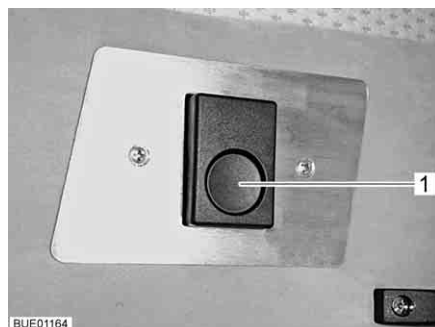
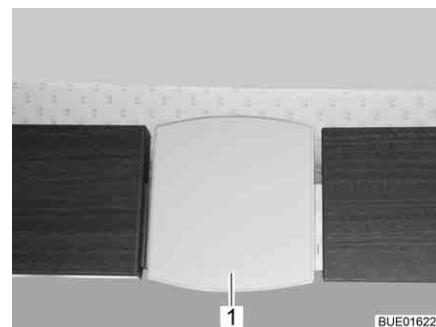

Bild 123 Låsning (Aviano)
Bild 124 Låsning (Viseo)
- Tryck på låsknappen (Bild 123, 1) eller dra låsplattan (Bild 124, 1) nedåt. Låset är upplåst.